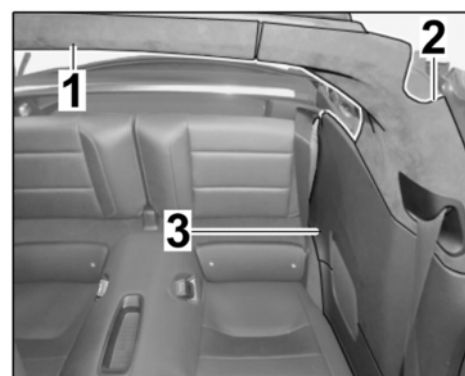

Bild 4
- 1.6.1 Verkleidung Mitte ⇒ *Bild 4 -1-* und Verkleidung seitlich links ⇒ *Bild 4 -2-* von Überrollbügel ausbauen. ⇒ *Reparaturleitfaden '708119 Verkleidung Überrollbügel aus- und einbauen'*
- 1.6.2 Seitenverkleidung hinten links ⇒ *Bild 4 -3-* ausbauen. ⇒ *Reparaturleitfaden '707519 Seitenverkleidung hinten ('*